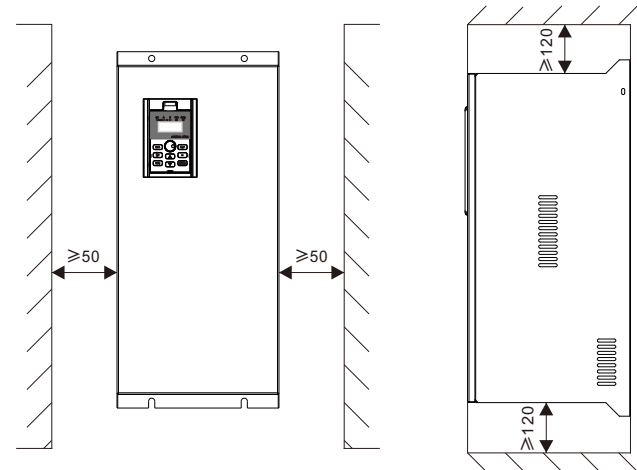

图2-4 E9系列变频器安装空间尺寸要求
2.2.5 请安装在不可燃的物体上。变频器可能达到很高的温度,为了使热量易于散发,应该在其周围按图2-4留出足够空间。